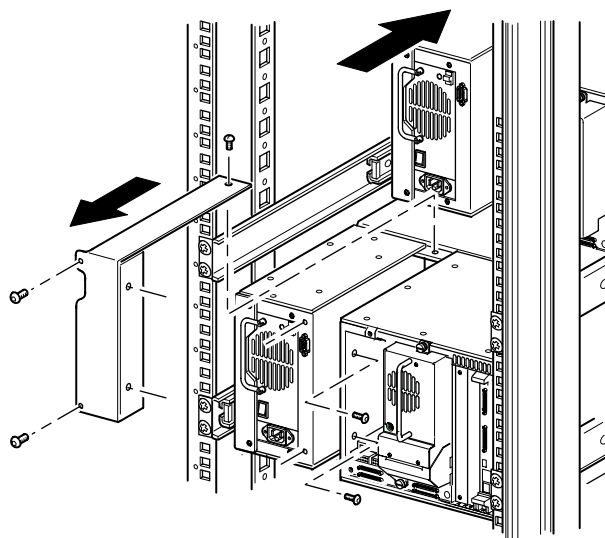

図2-8: PTMカバー プレートの取り外し
重要: ラック エンクロージャの正面から各ライブラリを順に引き出して、下側のライブラリのPTMカバー プレートの上部ネジにアクセスできるようにする必要があります。ネジの位置については、図2-8を参照してください。
- c. #2プラス ドライバを使用して、PTMカバー プレートを各ライブラリ シャーシ背面に固定しているネジを取り外します (図2-8を参照)。